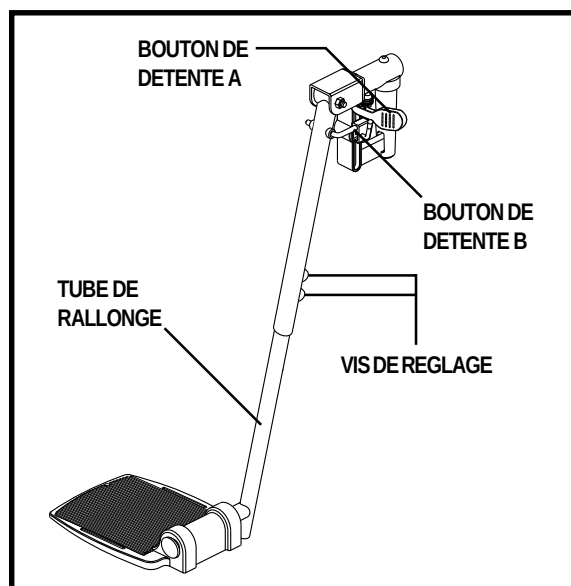

Figure 24. Repose-jambes élévateurs
1. Pesez sur le bouton de détente. Voir la figure 24.
1. Retirez les deux vis de réglage sur le côté de chaque rallonge des ELR. Voir la figure 24.